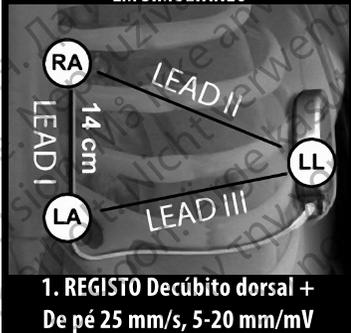

Figura 2. Colocação Normal dos Eléctrodos do ECG de Superfície para Triagem do Doente
- Para levar a cabo um processo de triagem do paciente, é necessário obter uma superfície equivalente à dos vetores de deteção subcutâneos. É importante recolher o ECG de superfície no local que representa a posição pretendida para o sistema S-ICD implantado. Ao colocar o Sistema S-ICD no local de implante normal, o elétrodo do ECG de superfície deve ser posicionado como se segue (Figura 2 Colocação Normal dos Elétrodos do ECG de Superfície para Triagem do Doente na página 20). Se se pretender a colocação de um elétrodo subcutâneo ou gerador de impulsos não padronizado do Sistema S-ICD, as localizações do elétrodo do ECG de superfície devem ser alteradas em conformidade.